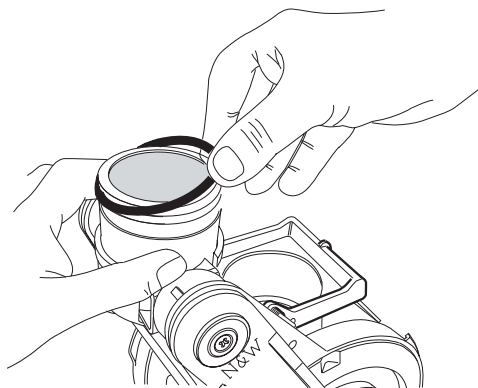

Fig. 41
- Sæt et nyt metalfilter på den grønne ring, og drej ringen på stemplet så langt, den kan komme. (fig. 41 - a) Sørg for, at bogstavet "F", som er indgravet på filteret er udvendigt (Fig. 41 - b)